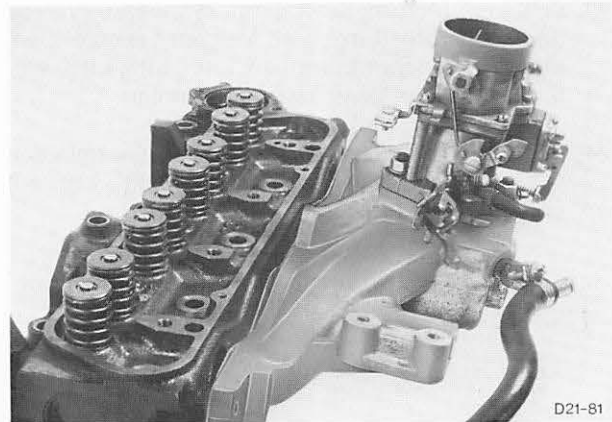
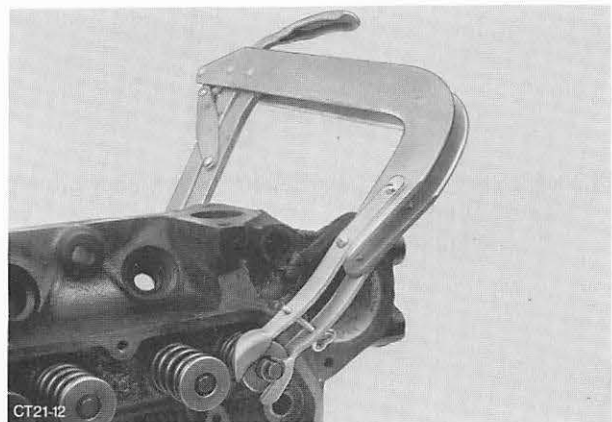

Abb. 217 Ansaugkrümmer mit Vergaser abschrauben
Abb. 218 Ventildfederdemontage mit handelsüblichem Spannapparat
1. Ansaugkrümmer (5 Schrauben) komplett mit Vergaser, Abb. 217, und Auspuffkrümmer (6 Muttern) von Zylinderkopf abbauen.
2. Stehbolzen-Auspuffkrümmer (6) und Geber-Fernthermometer herauschrauben.
3. Ventildfedern und Ventilteller mit handelsüblichem Ventildfeder-Spannapparat zusammendrücken und Ventilkeile entnehmen, Abb. 218.